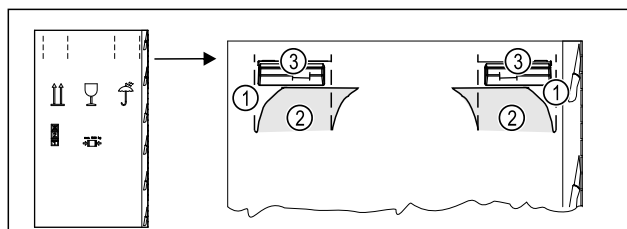

Fig. 5
- Embalažno škatlo pritisnite zgoraj na perforaciji Fig. 5 (1).
- Izvlecite not potisnjene zanke Fig. 5 (2).
- Nosilni ročaj Fig. 5 (3) desno in levo je viden.
- Napravo držite za nosilne ročaje Fig. 5 (3).